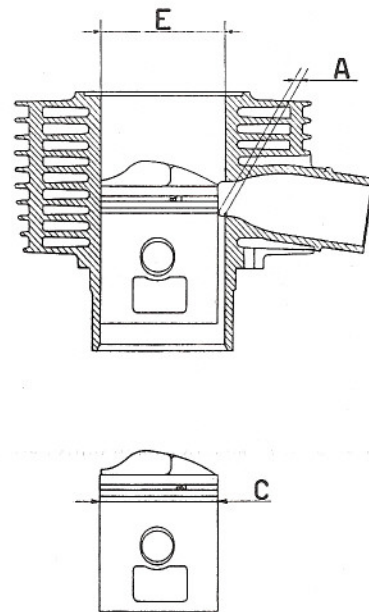

Fig. 1/D
**N. B.** - I pistoni e i cilindri forniti dalla Casa come parti di ricambio sono contrassegnati rispettivamente con lettere dell'alfabeto e, solo per il pistone, con la misura "C" (ved. fig. 1/D).